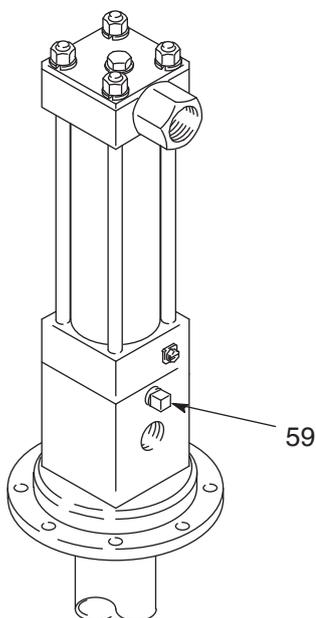

Рис. 3
- Дренажная линия: Снимите заглушку (59) с переходника насоса и установите дренажную трубку диаметром 1/8 (B), направленную в контейнер для отходов. Наблюдайте за объемом просачивающейся гидравлической жидкости. Если этот объем кажется избыточным или внезапно увеличивается, это может указывать на необходимость замены уплотнений поршневого компрессора или насоса. (Рис. 3)